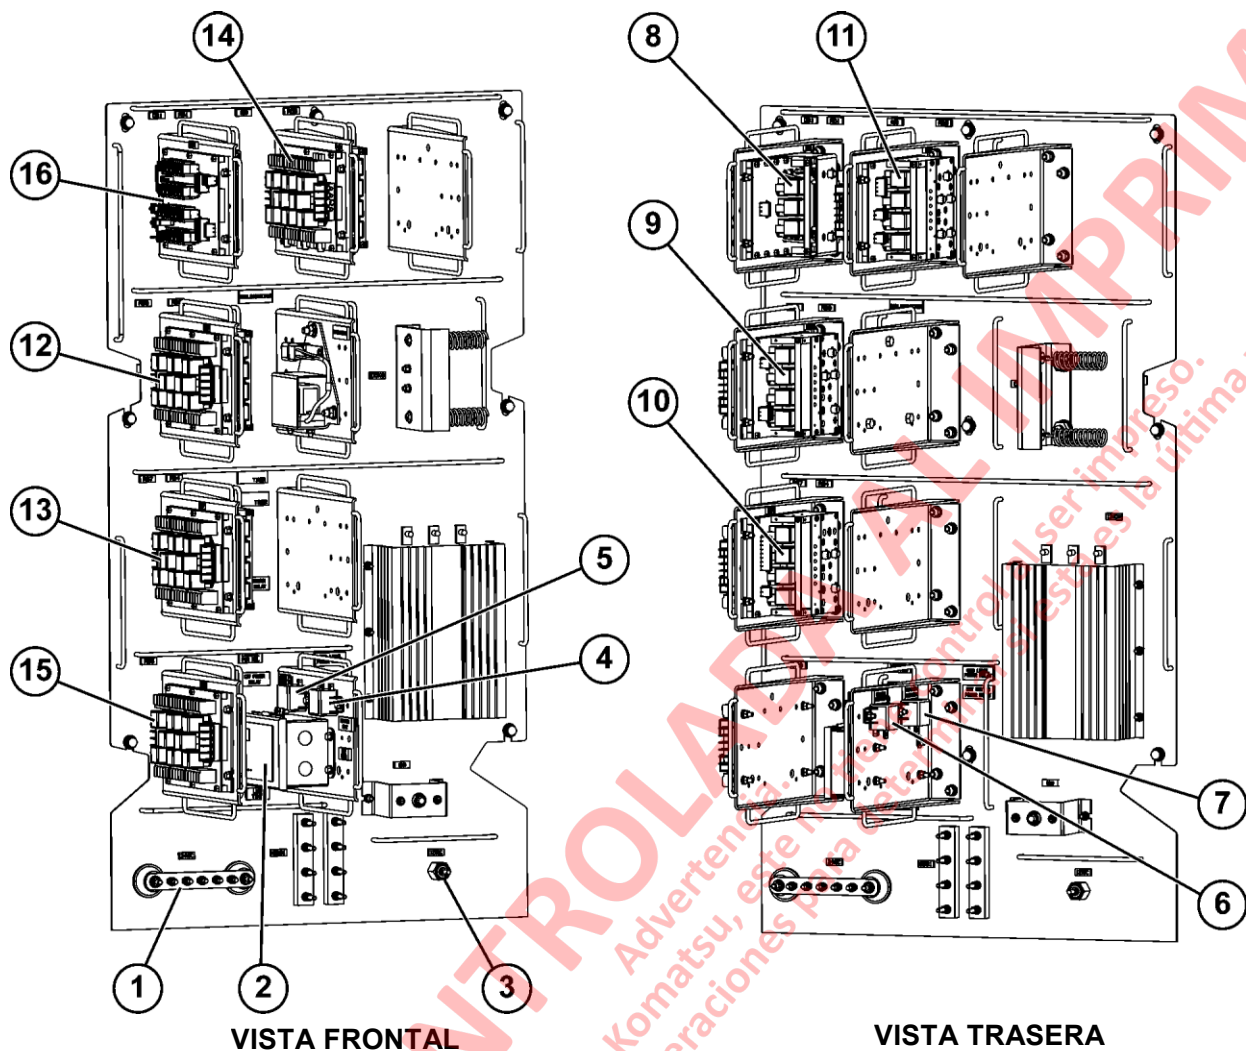

FIGURA 3-1. GABINETE DE CONTROL AUXILIAR – PARED IZQUIERDA
El terminal de 24VDC (1, Figura 3-1) y el terminal de 12VDC (2) se encuentran montados en la pared izquierda del gabinete. Estos terminales distribuyen voltaje de la batería y 12VDC para dispositivos que requieren voltaje reducido. El terminal de 24VDC es un punto de prueba conveniente para medir el voltaje de la batería durante los procedimientos de análisis de fallas.
El tablero de diodos (16, Figura 3-1) contiene 24 diodos reemplazables que están montados en un conector enchufable de fácil reemplazo. Algunos de los diodos se usan en el circuito de bobina de diversos relés para suprimir las alzas de voltaje resultantes de la bobina cuando se elimina la energía del circuito, evitando dañar los demás componentes del circuito (filamentos de luces, etc.). Otros diodos se usan para controlar el flujo de corriente en un circuito según se requiera. Los resistores o diodos también se pueden instalar en los soquetes P7 a P12.
Consulte la Figura 3-1 para la ubicación de cada tablero de relés. Consulte el Cuadro de Disyuntores al final de esta sección para los números de identificación del circuito eléctrico.